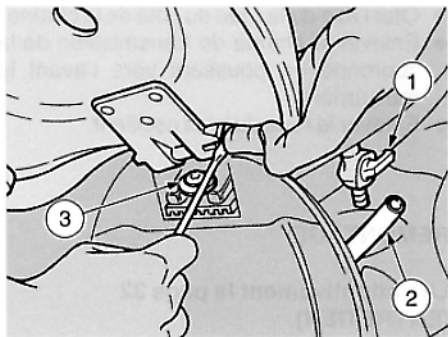

Fig. 36
- ◆ Positionner sur "OFF" le levier du robinet du carburant (1- Fig. 36).
- ◆ Débrancher le tuyau du carburant (2-Fig. 36) du robinet.
- ◆ Soulever la selle, voir page 19 (COFFRE A CASQUE / DOCUMENTS) et agir sur l'axe à ressort à l'aide d'un tournevis (Fig. 36).
En libérant la selle, ralentir avec un doigt la sortie de l'axe et du ressort (voir fig. 36).
- ◆ Dévisser et enlever la vis (3-Fig. 36) avec sa rondelle correspondante.